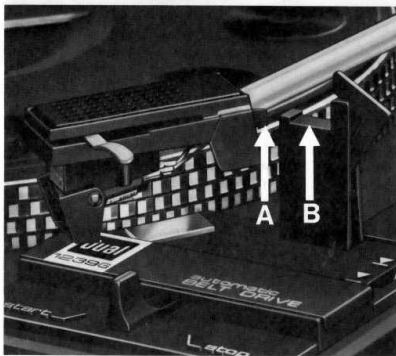

Fig. 10
Der Tonarm ist ausbalanciert, wenn Kante „A“ des Tonarmkopfprofils und Kante „B“ der Tonarmstütze auf gleicher Höhe sind (Fig. 10), oder wenn der Tonarm sich nach Antippen in vertikaler Richtung wieder von selbst in die horizontale Lage einpendelt. Beim Ausbalancieren des Tonarmes muß dieser von der Kinematik entkoppelt sein. Tonarmlift in Stellung Σ bringen und eventuell Plattenteller von Hand im Uhrzeigersinn (einige Umdrehungen) drehen.
Le bras de lecture est équilibré, lorsque le bord "A" du profil de la tête et le bord "B" du support du bras sont au même niveau (Fig. 10), ou lorsqu'après une légère pression verticale exercée sur le bras, celui-ci revient de lui-même à la position horizontale. Lors de l'équilibrage, le bras de lecture doit être découplé de la chaîne cinématique. Amener le lève-bras dans la position Σ et tourner éventuellement le plateau à la main dans le sens des aiguilles d'une montre (quelques tours).
The tonearm is exactly balanced when edge "A" of the tonearm head profile is at precisely the same height as edge "B" of the tonearm rest (Fig. 10), or when the tonearm, tapped vertically, returns automatically to a horizontal position. When balancing the tonearm, the automatic mechanism must be disengaged. To be sure of this, place the cue control in position Ⅱ and turn platter by hand clockwise a few rotations.
El brazo estará equilibrado cuando el canto "A" de la cabeza se encuentre a la misma altura que el canto "B" del soporte (Fig. 10), o cuando al hacer oscilar el brazo verticalmente este vuelva a su posición horizontal al encontrarse en reposo. Para equilibrar el brazo habrá que liberarlo de su dispositivo de accionamiento. A tal fin hay que elegir la posición Ⅱ en el dispositivo de elevación/descenso del brazo y, eventualmente, girar con la mano el plato en sentido de las manecillas del reloj (unas vueltas).
Il braccio sarà esattamente bilanciato quando lo spigolo „A" della sua estremità e lo spigolo „B" del supporto del braccio si troveranno alla medesima altezza (Fig. 10), oppure quando il braccio, dopo averlo sollevato o abbassato, si riporta da solo in posizione orizzontale. Nell'effettuare il bilanciamento del braccio, la leva di comando deve rimanere in posizione di riposo, in modo che il braccio sia svincolato dall'automatismo. Portare il sollevabraccio in posizione Ⅱ e far fare alcuni giri in senso orario al piatto.
1. Ställ nåltrycket (9) på "0" lossa tonarmen och vrid ut den från stödet.
2. Justera därefter antiskatingvisaren (12) inom nollområdet, tills tonarmen slutar att vrida sig i horisontalplanet.
3. Om tonarmen inte pendlar in och stannar i vgrätt läge, lossa fästskruven (11) och gör en grovjustering av motvikten genom att förskjuta motvikten, så att ungefärlig balans erhålles. Lås därefter åter fast motvikten med skruven.
4. Finjustera balansen genom att vrida motvikten. Tonarmen är rätt balanserad när kanten A på monteringsbryggan ligger i nivå med kanten B på tonarmsstödet (Fig. 10).